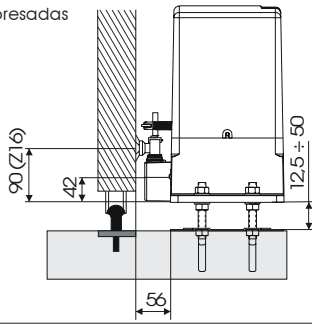

Fig.10
- 3- Regule la altura del motorreductor y la distancia hasta la cancela, tomando como referencia a las cotas indicadas en la Fig. 10.